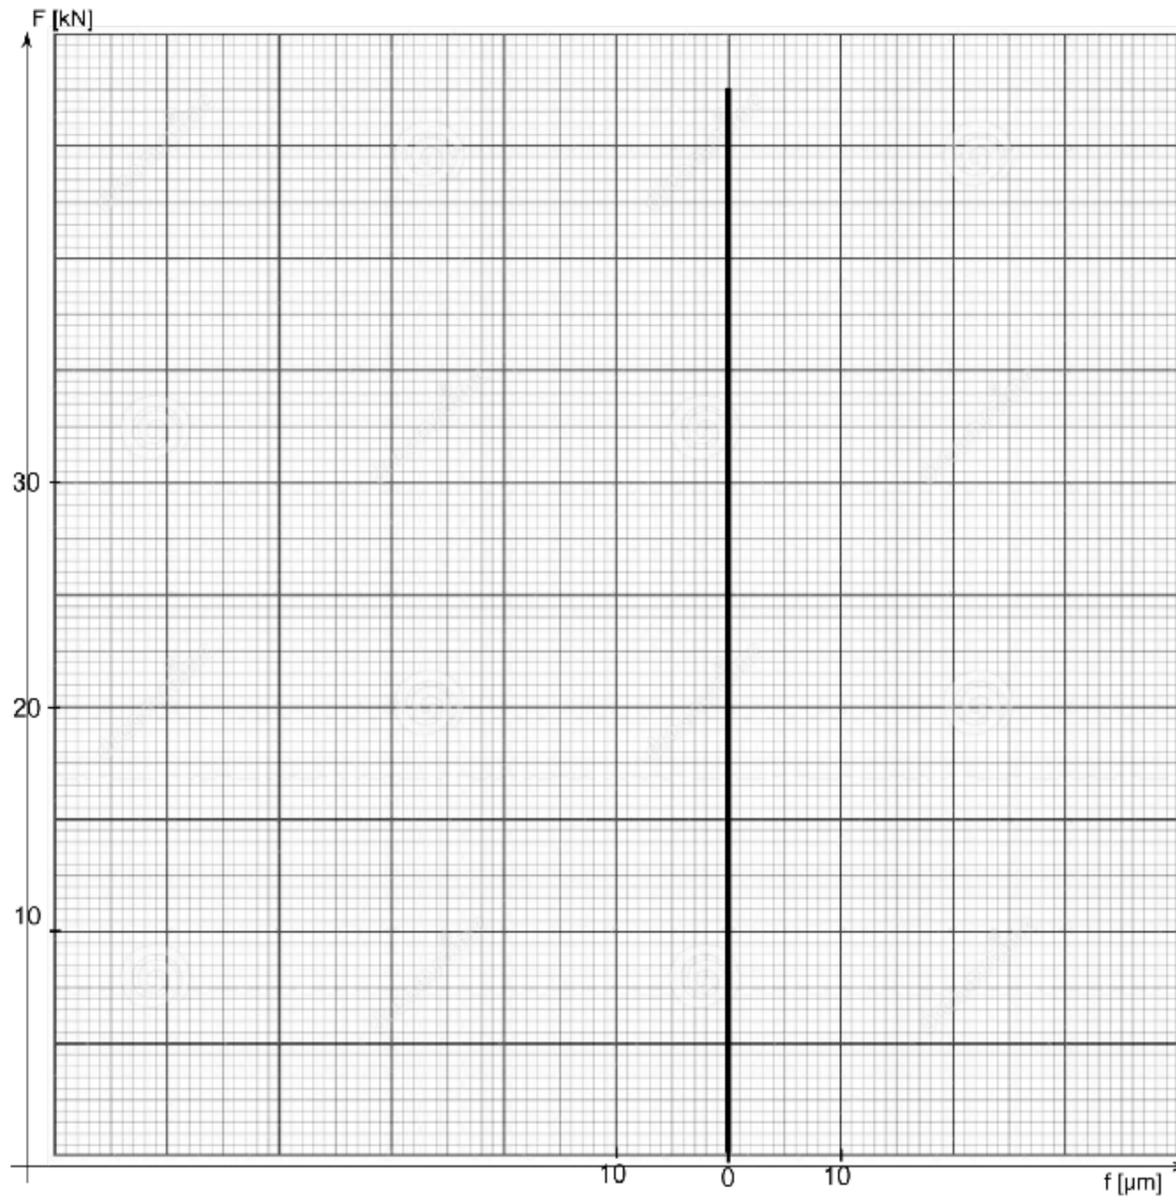

Abbildung 2.2: Verspannungsschaubild
e) Verspannungsschaubild (3 Punkte) Zeichnen Sie ein maßstäbliches Verspannungsschaubild. Verwenden Sie dafür das gegebene Diagramm in Abbildung 2.2 unter Beachtung des gegebenen Maßstabs. Einzuzeichnen sind die folgenden Kräfte: F_{Mmax} , F_Z , F_{Ao} .